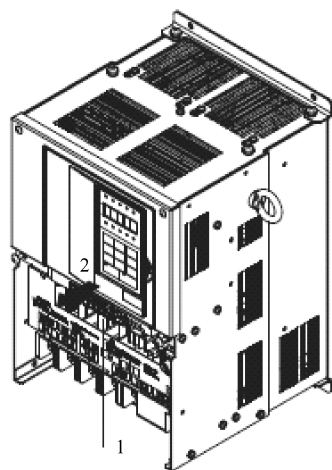

图 3-17 22kW 前外罩的拆卸
- ① 数字式操作器的拆卸。按照与 18.5kW 以下的变频器相同的方法进行拆卸。
- ② 前外罩的拆卸。将控制回路端子电路板上部 1 的部分向 2 的方向抬起，如图 3-17 所示。